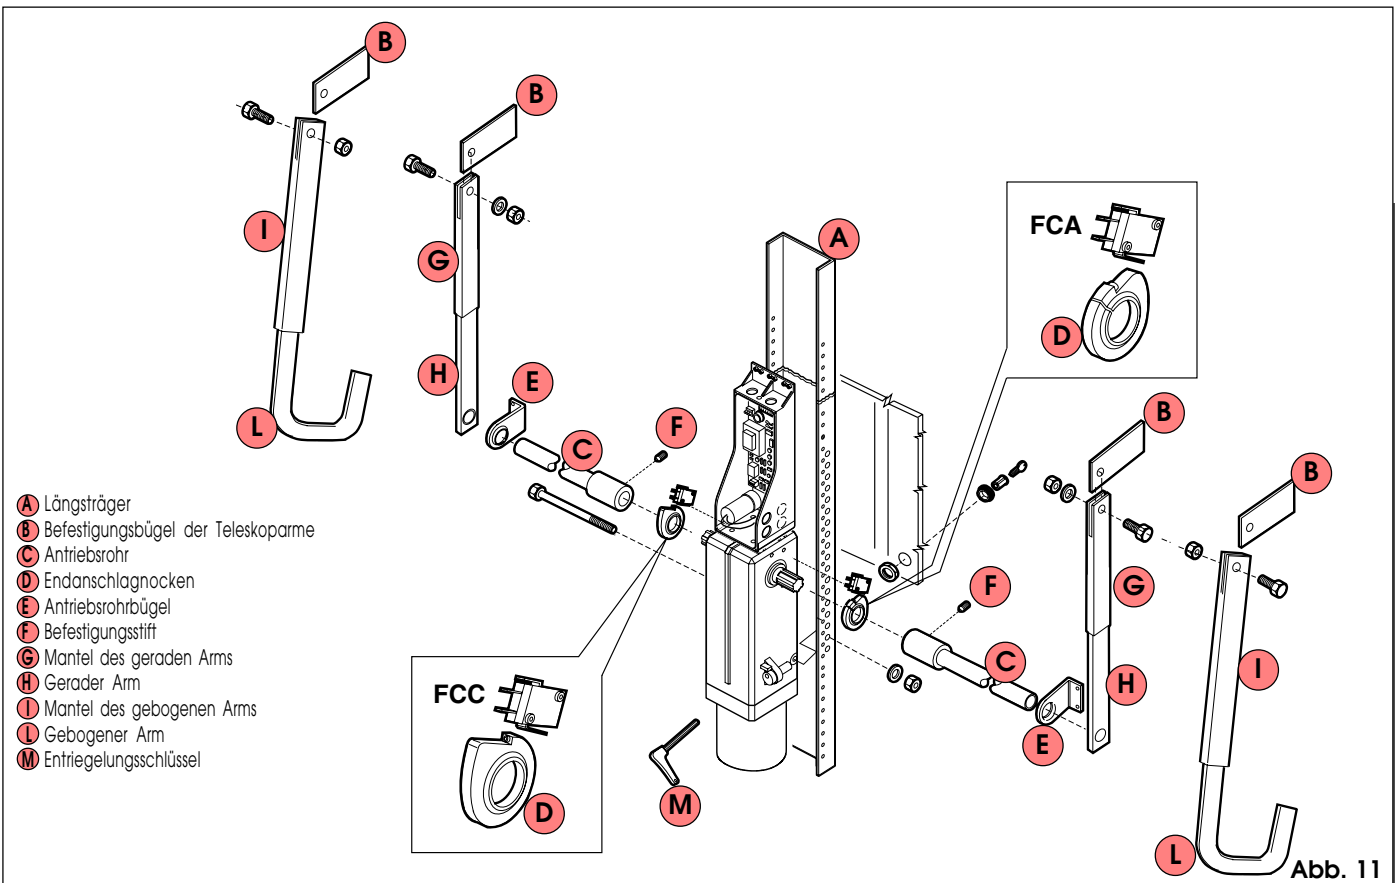

Abb. 11
3) Den Antrieb gemäß Abb. 11 mit den Schrauben aus dem Zubehör am Längsträger befestigen.
Die Teleskoparmmäntel gemäß Abb. 11 mit den Bolzen und Schrauben aus dem Zubehör an den Bügeln befestigen.
➔ Bei Verwendung von Endanschlägen (optional) sind wie in Abb. 11 gezeigt zunächst die Nocken einzusetzen.